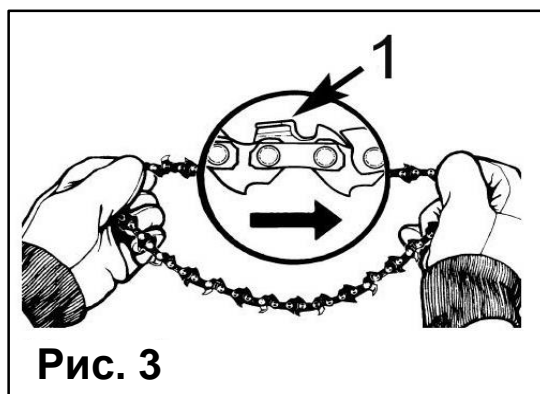

Рис. 3
- Растяните цепь так, чтобы резцы были направлены **ПО ЧАСОВОЙ СТРЕЛКЕ** к вращению (Рис. 3).